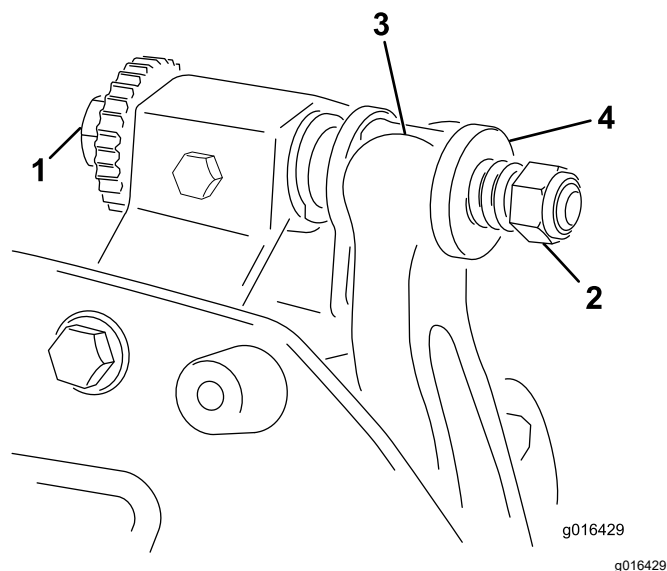

Figure 17
1. Tournez la vis de réglage de la barre d'appui dans le sens antihoraire pour éloigner la contre-lame du cylindre (**Figure 17**).
- Faites sortir l'écrou de tension du ressort jusqu'à ce que la rondelle ne soit plus tendue contre la barre d'appui (**Figure 17**).
1. Montez l'ensemble barre d'appui/contre-lame en positionnant les languettes de montage entre les rondelles et la vis de réglage de la barre d'appui (Figure 17).